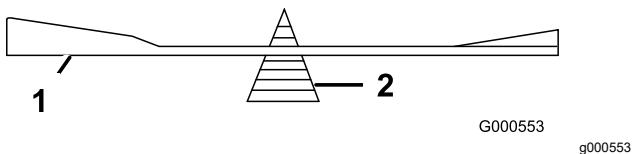

Figure 59
- Vérifiez l'équilibre de la lame en la plaçant sur un équilibrEUR (Figure 59).